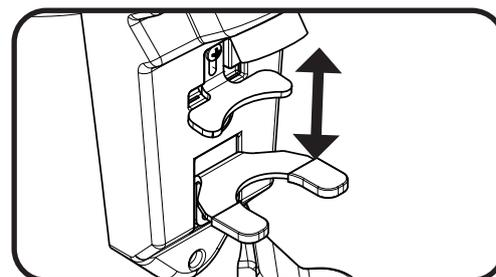

Fig. 5
- Inserire la tramoggia (7) nel regolatore (5,18) e bloccarla con le viti fornite;
- Assicurarsi che l'interruttore generale sia spento (13) e che la spina (14) sia correttamente inserita.
- Regolare la clip ferma portafiltro (9) e la forcella (12) come mostrato nella figure 5 e 6 affinché la caduta del caffè sia centrata e la clip agganci correttamente la il bordo superiore del filtro.